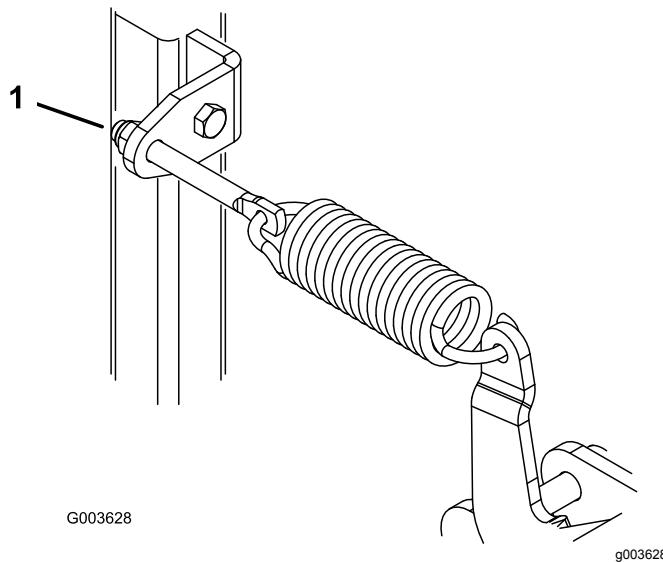

Figura 27
2. Rode as molas ajustando as porcas (Figura 27) no sentido dos ponteiros do relógio para subir a lâmina ou no sentido contrário aos ponteiros do relógio para descer a lâmina.